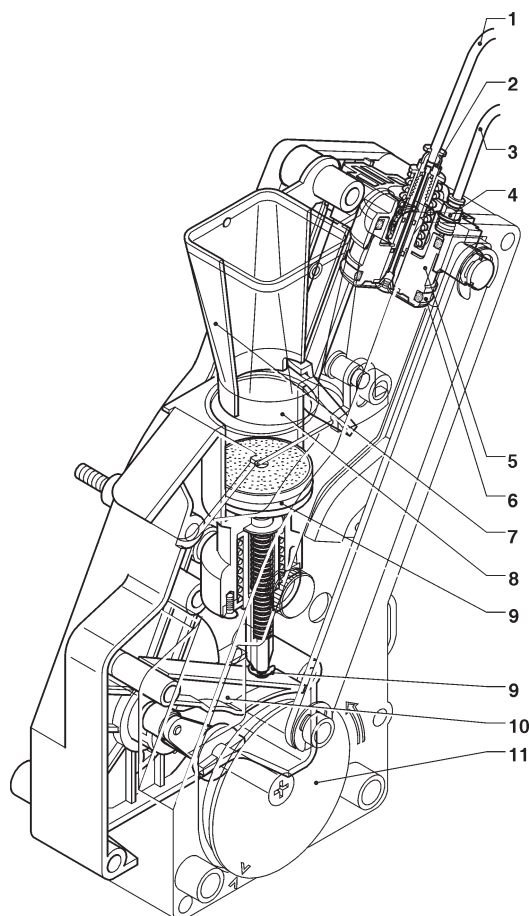

Fig. 22
Quando la dose di macinato viene raggiunta, il motoriduttore innestato sulla manovella (11) del gruppo, ruota di 180° causando l'oscillazione della camera di infusione (8) (vedi fig. 22).